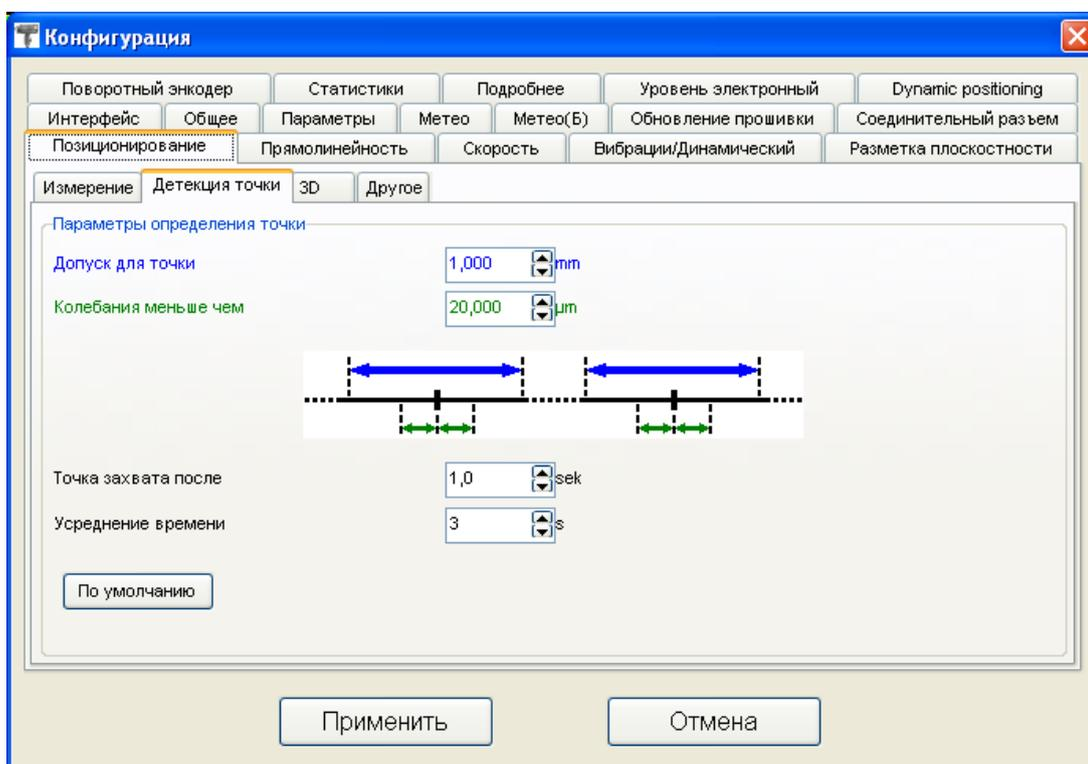

Рисунок 37 – Детекция точки
- 4) величина перемещения для выбора (компенсации) люфта не менее 1 мм (рисунок 37, черная стрелка – перемещения для выбора люфта).